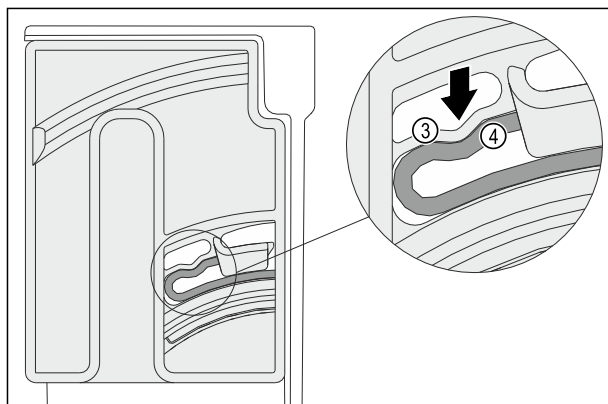

Fig. 146
- Vous entendrez l'élément élastique Fig. 146 (3) de l'unité de rotation s'enclencher dans la forme ronde de la nervure Fig. 146 (4).